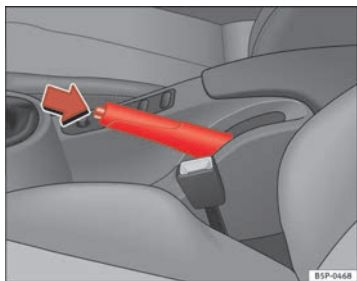

Abb. 147 Handbremse zwischen den Vordersitzen
⇒ Abb. 147.
- Ziehen Sie den Hebel etwas nach oben, drücken Sie die Entriegelungstaste in Pfeilrichtung ⇒ Abb. 147 und führen Sie den Handbremshebel ganz nach unten ⇒ ⚠.